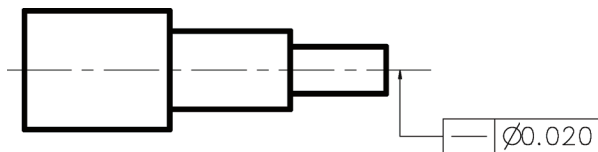

图 8-62 形位公差标注示例
(3) 基准：单击基准区下的小黑框，弹出包容条件，用于设置基准的包容条件。
(4) 高度：用于设置最小的投影公差带。
(5) 延伸公差带：单击其后的小黑框，除指定位置公差外，可以设定延伸公差。
(6) 基准标识号：设置该公差的基准符号。
**【例 8.23】** 标注图 8-62 所示轴的直线度公差。